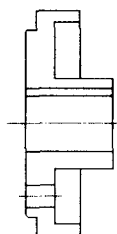

图 2-5
Step 6 倒角处理。单击 按钮对图形进行倒角处理, 如图 2-5 所示。